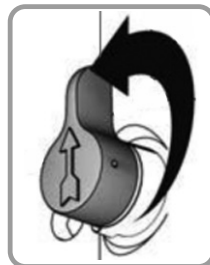

Figura 13 - Procedimento de descompressão
5. Gire a alavanca para posição de descompressão. Se suspeitar que o bico ou o tubo flexível esteja entupido ou que a pressão não foi completamente liberada, LENTAMENTE desaperte a porca de retenção da mangueira para libertar a pressão. Em seguida, desaperte completamente (figura 13);